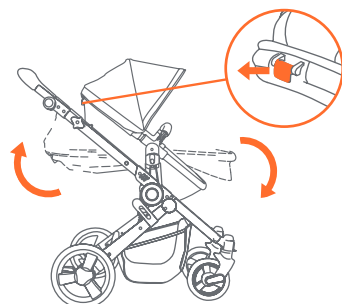

Fig. 7a
- 7) • Le siège peut être réglé en position verticale, inclinée et position landau. Tirez sur le bouton d'inclinaison situé à l'arrière du siège et installez le siège dans la position désirée (Fig. 7a).